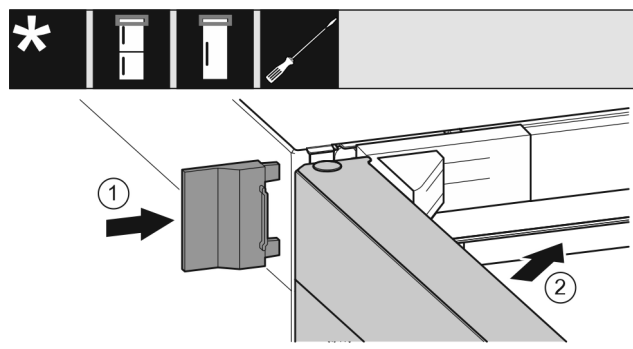

Fig. 23
- ▶ Äußere Abdeckung aufschieben. Fig. 23 (1)
- ▶ Obere Tür schließen. Fig. 23 (2)